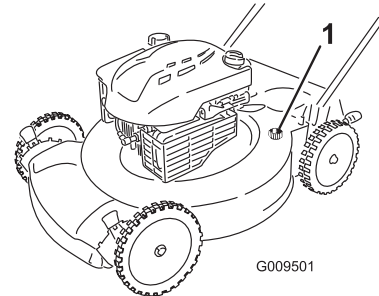

Bild 30
4. Befestigen Sie einen Gartenschlauch, der an einen Wasserhahn angeschlossen ist, am Wasseranschluss der Maschine (Bild 30).